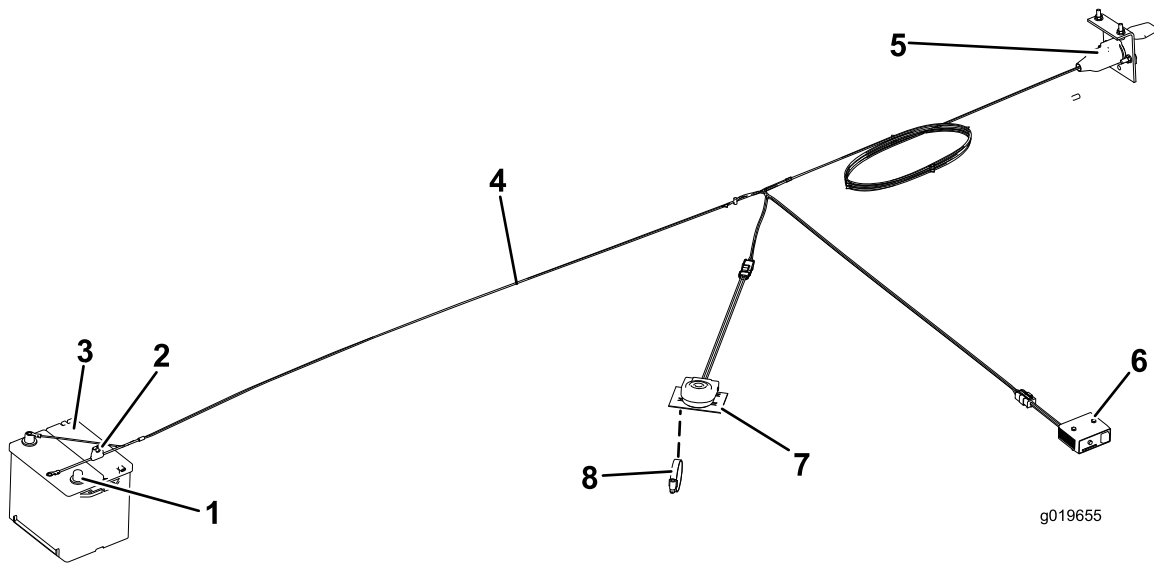

图11
5. 使用 (2) 10 个螺钉和 10 个螺母，将装载控制器安装到拖车仪表板或挡泥板上。
7. 将线束与组件（图11）相连，具体如下：